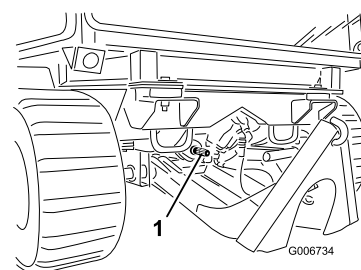

Figura 56
6. Si el accesorio es accionado por la toma de fuerza, extienda el árbol de la toma de fuerza del accesorio e introdúzcalo en el árbol de la toma de fuerza de la máquina (Figura 56).